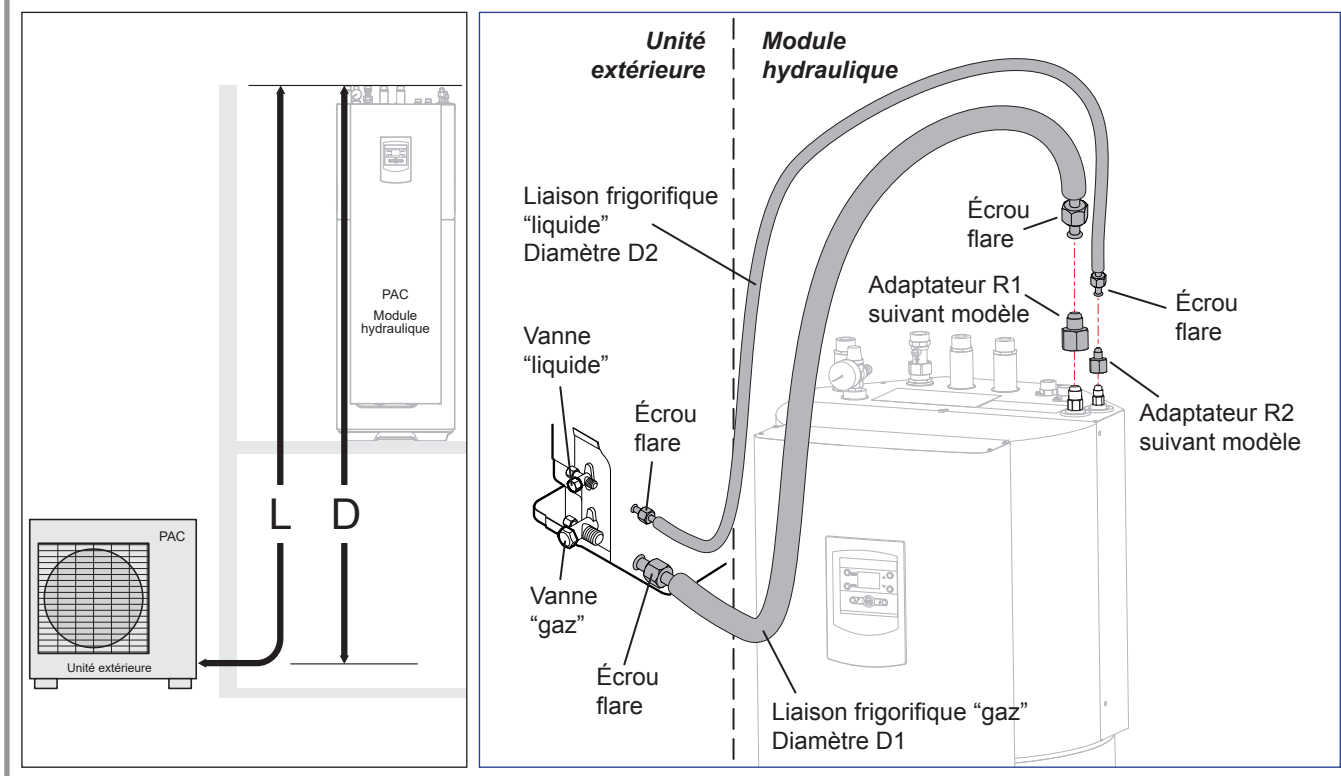

figure 17 - Raccordement des liaisons frigorifiques (diamètres et longueurs permises)
Respecter les couples de serrage indiqués (figure 17).
- Retirer les bouchons d'accès (A) aux commandes des vannes.
- Remonter les 2 bouchons d'origine (en s'assurant de leur propreté) et les serrer avec le couple de serrage indiqué au tableau *figure 17, page 20*. L'étanchéité dans les bouchons est réalisée uniquement métal sur métal.